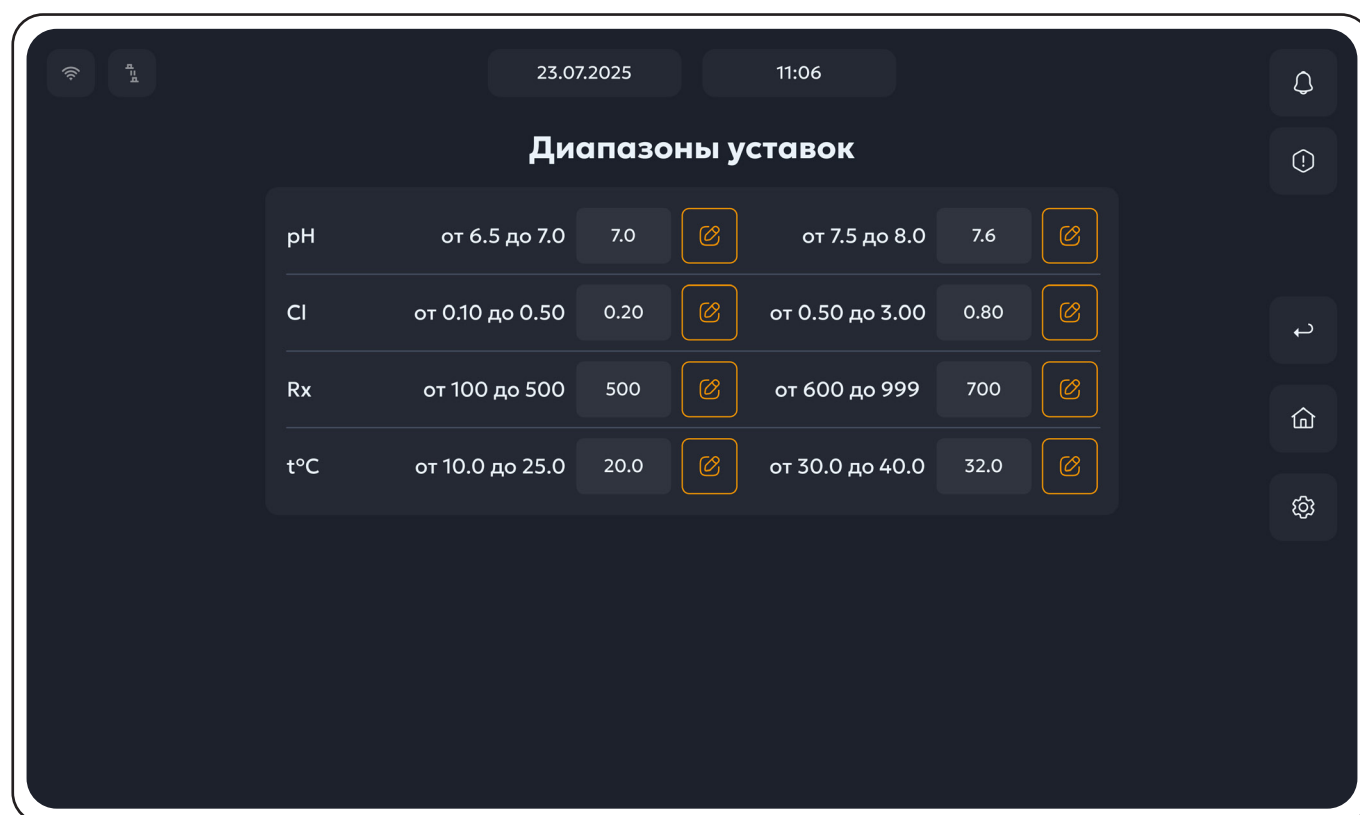

Рисунок 43. Меню пункта **Диапазоны уставок**.
1. Находясь в меню пункта **"Сервис"**, выбрать пункт **Диапазоны уставок**, после чего откроется следующее меню (рис.43):